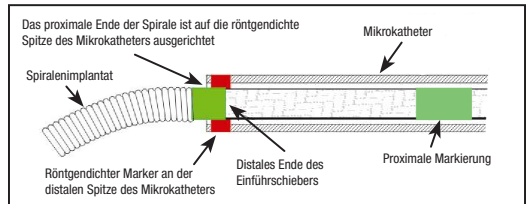

Abbildung 4 – Position der Markierungsbänder für das Abtrennen
28. Die Spirale an die gewünschte Position vorschieben, bis der proximale röntgendichte Marker auf dem Einführschieber mit der distalen Spitze des Mikrokatheters ausgerichtet ist oder sich leicht distal davon befindet, sodass die Abtrennzeuge gerade außerhalb der Mikrokatheterspitze liegt (siehe Abbildung 4).